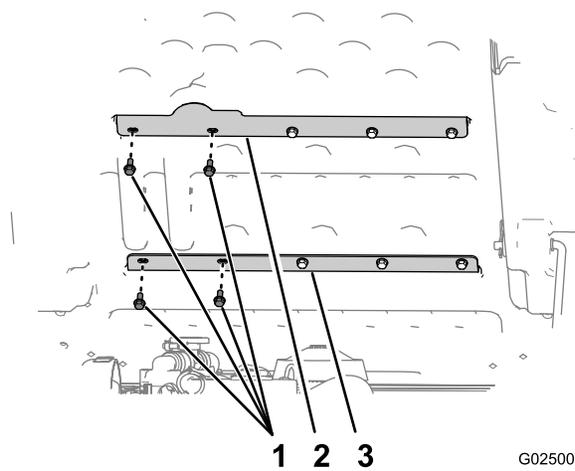

Рисунок 4
- 2. Выверните 2 крайних левых болта (5/16 x 3/4 дюйма), которые крепят нижнюю поперечину кузова к кузову (Рисунок 4).
- 1. Выверните 2 крайних левых болта (5/16 x 3/4 дюйма), которые крепят верхнюю поперечину кузова к кузову (Рисунок 4).